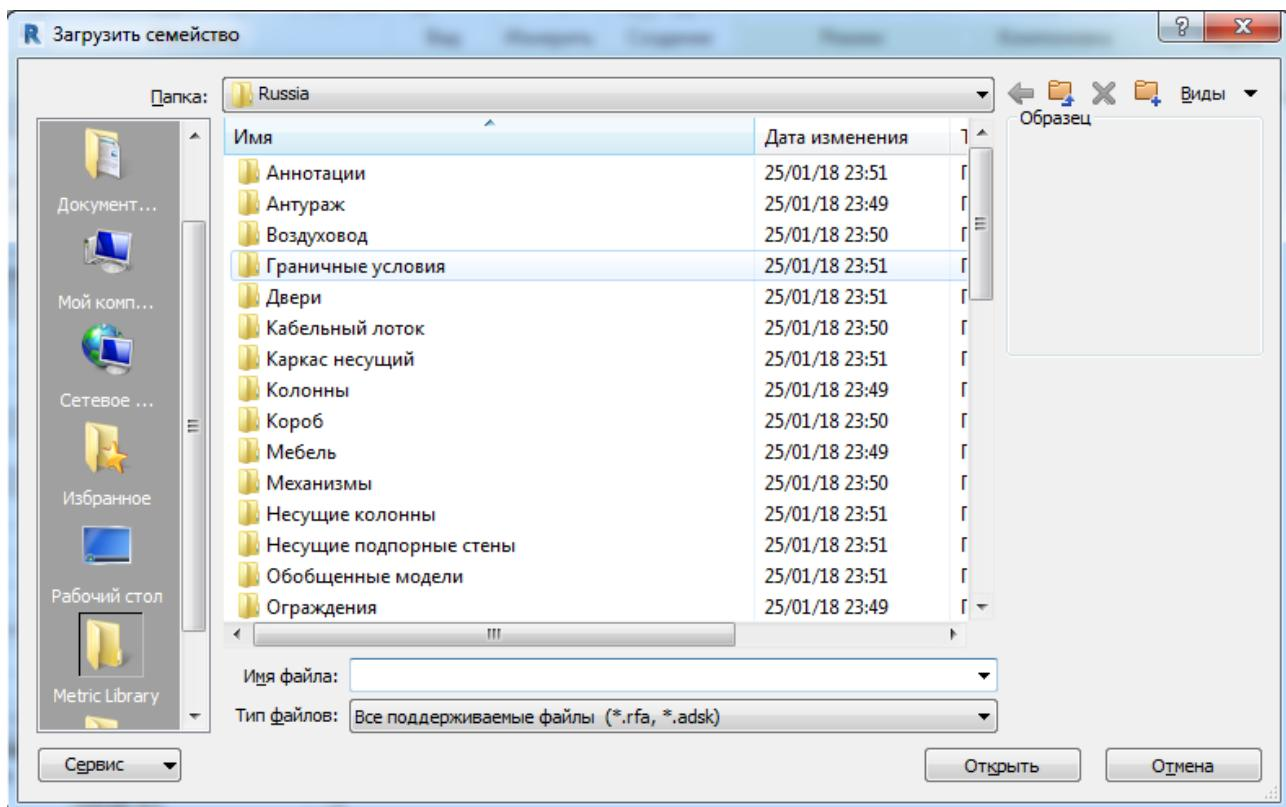

Рисунок 5.9. Диалог открытия файла семейства
5.3. В открывшемся окне диалога открыть файл семейства (рисунок 5.9) в папке «Механизмы» (которая при стандартной установке программы Revit находится по адресу: C:\ProgramData\Autodesk\RVT 2018\Libraries\Russia)-> «МЕР» -> «Комп. на стор. возд.» -> «Воздухоприемники»